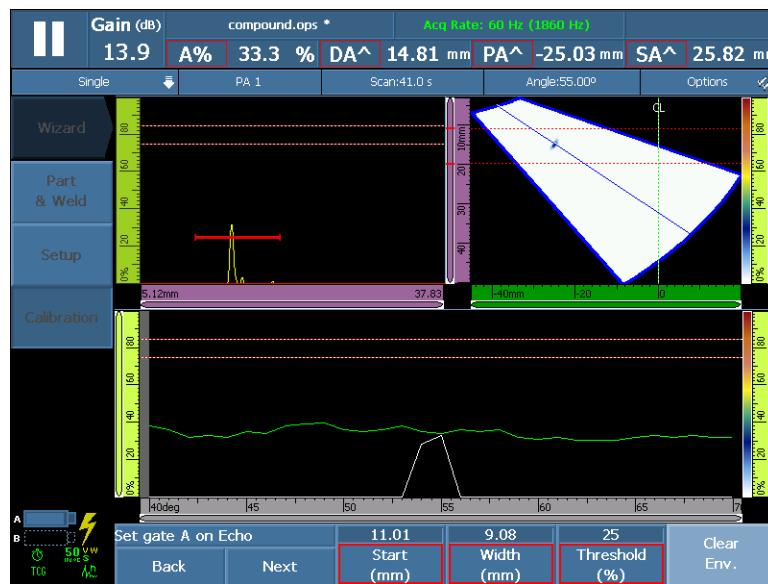

Рис. 5-21 Установите Строб А на эхо-сигнал для группы ФР
- Задайте значения **Начало** и **Ширина** для строба А. Сигнал от первого отражателя должен пересекать строб в середине, а строб должен быть достаточно широким для охвата всего сигнала (см. **А-скан** на Рис. 5-21 на стр. 148).
- Настройте значение **Порог** таким образом, чтобы сигнал пересекал строб на каждой апертуре, как в зоне Калибровка: ВРЧ на Рис. 5-21 на стр. 148.